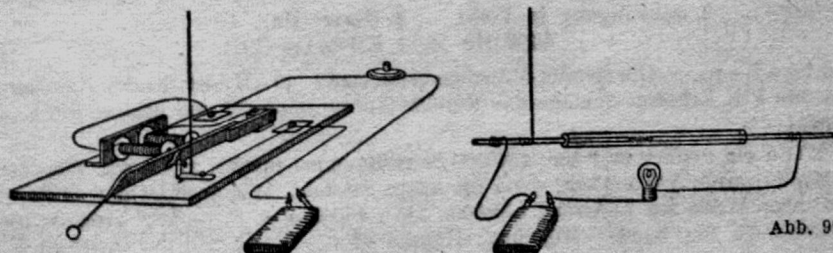

Abb. 92
**Beobachtung:** Abb. 92! Entferne von einer elektrischen Klingel die Glocke und befestige an dem zur Stellschraube hinführenden Metallstreifen senkrecht